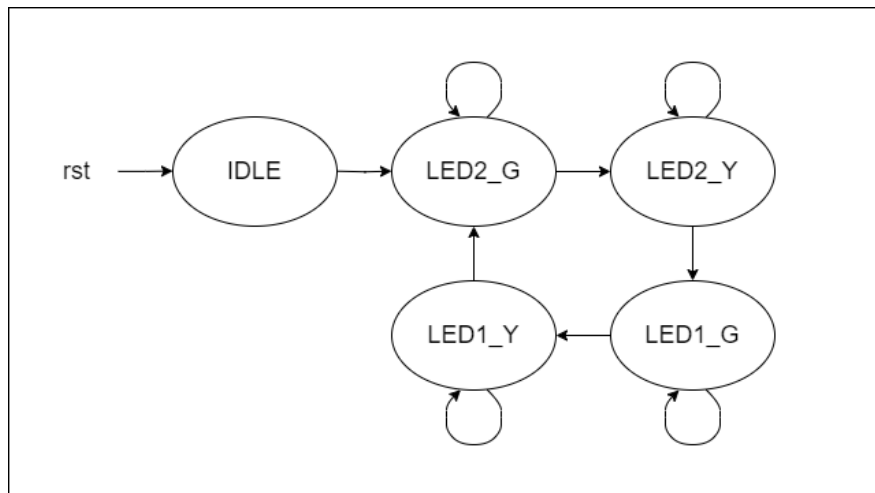

Fig. 1-2 狀態圖
2. 請依題目要求功能設計此題之 FSM 狀態(Fig. 1-2)，功能說明如下：